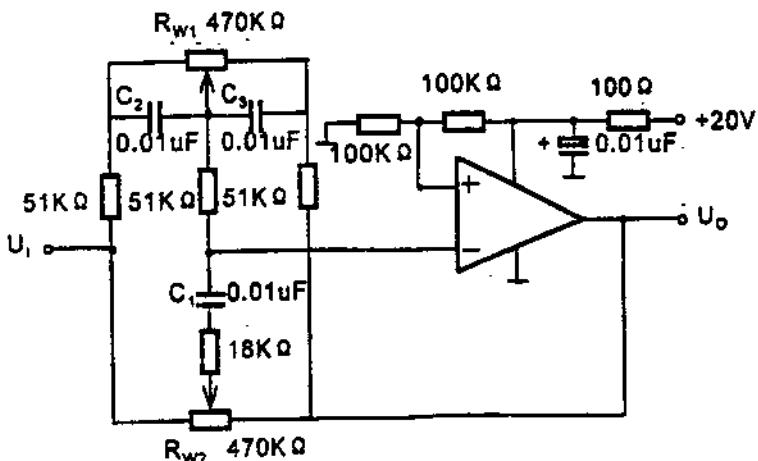

图2.1.16
b. 音调控制器可采用如图2.1.16所示电路。其中 R_{w1} 用来调节低频放大倍数, R_{w2} 用来调节高频放大倍数。